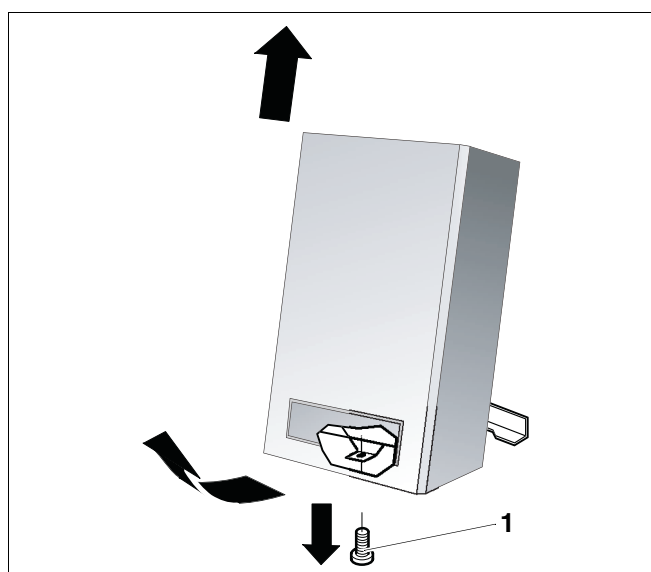

Abb. 12 Kesselverkleidung abnehmen
- Halteschraube der Kesselverkleidung lösen (Abb. 12, **Pos. 1**).